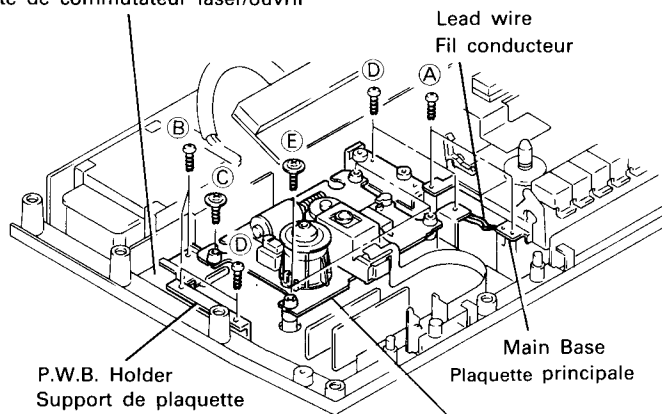

Fig. 32a
2. Remove two screws (A) and pull out the Lead Wire at the bottom of the chassis (which connects to the CD Function Switch P.W.B.). (Fig. 32a)
3. Remove two screws (B) and one screw (C) and then remove the Laser/Open Switch P.W.B. together with the P.W.B. Holder (Fig. 32a)
2. Enlever deux vis (A) et le fil conducteur situé au fond du châssis (relié à la plaquette commutateurs de fonction CD). (Fig. 32a)
3. Enlever deux vis (B) et une vis (C), puis enlever la plaquette de commutateur laser/ouvrir conjointment au support de plaquette. (Fig. 32a)